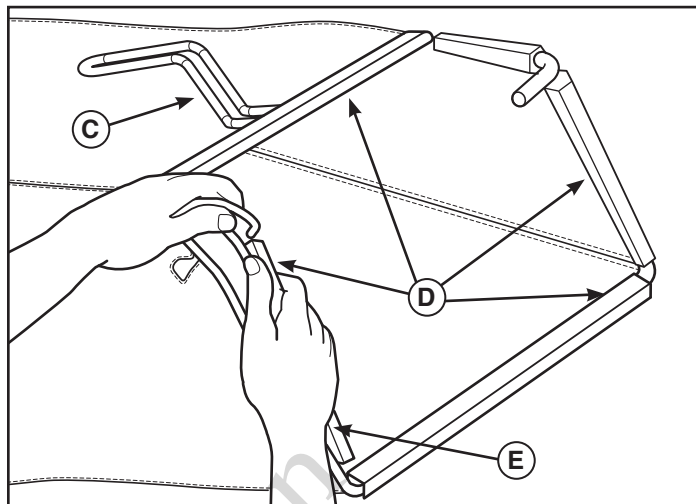

Afb. 3
3. Verwijder het beschermingskussen. Draai de bovenste hendelknoppen (**B**, afb. 3) los waarmee de bovenste hendel aan de onderste hendel is bevestigd.